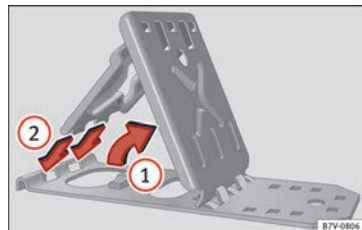

Bild 101 Fälla ut de hopfällbara hjulkilarna
- Lyft upp bottenplattan » **bild 101** ①.
- För in de två "stöden" i monteringsplattan i de långa öppningarna i basplattan ②.